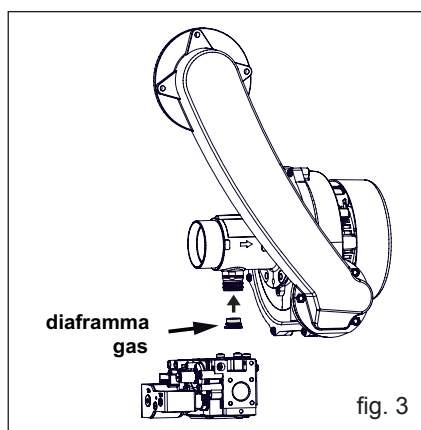

fig. 3
- montare un diaframma (fig. 3) tra la valvola gas e il venturi (vedi tabella sotto riportata)